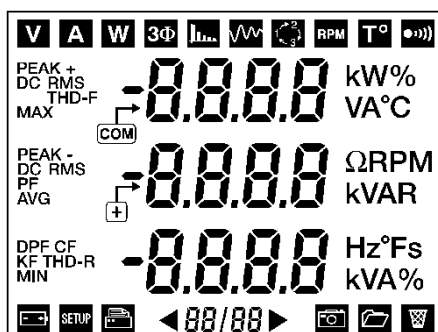

Abbildung 69: Das erste Display bei der Inbetriebnahme des Gerätes.
- Bei der Anzeige des ersten Displays (Anzeige der 172 Segmente, siehe Abbildung 69, auf der Seite 29), wird die gelbe Taste () bis zur Ausgabe eines Signaltons dauerbetätigt.